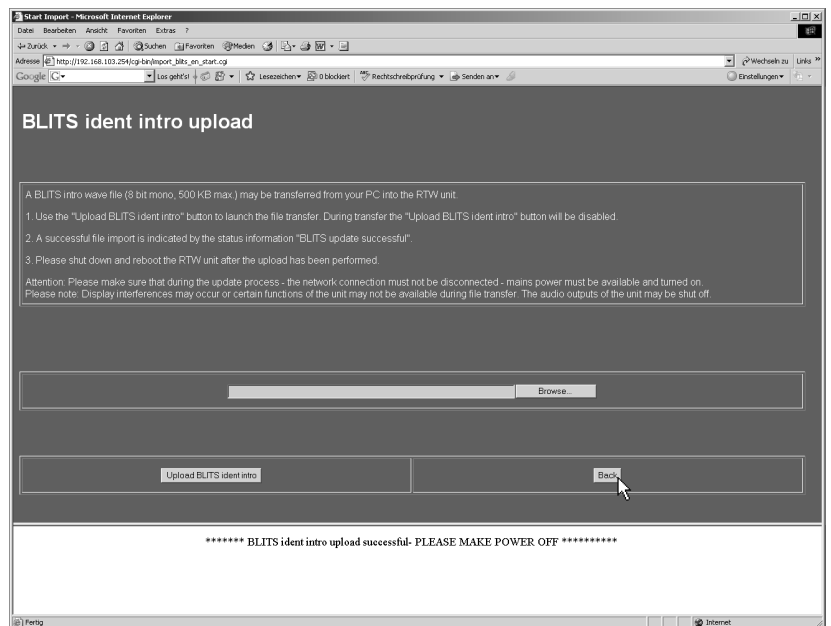
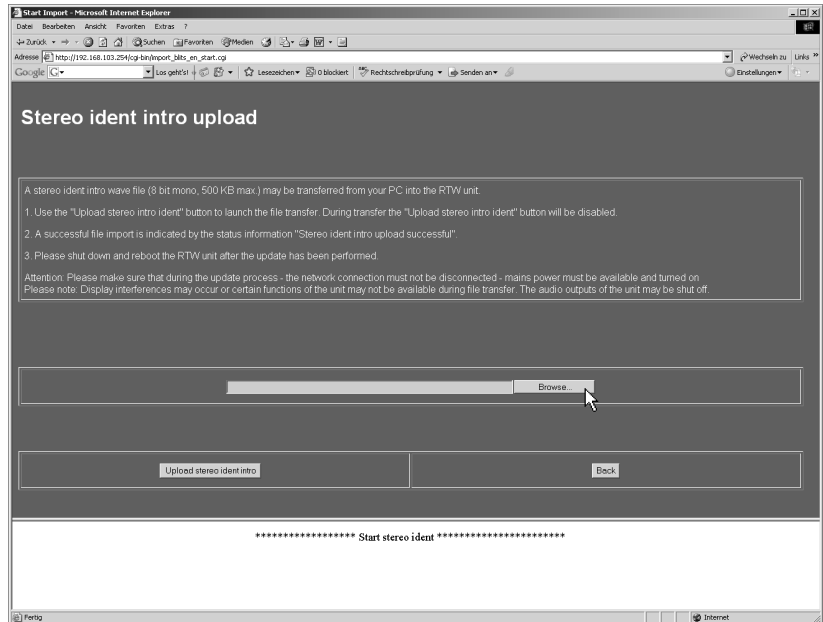
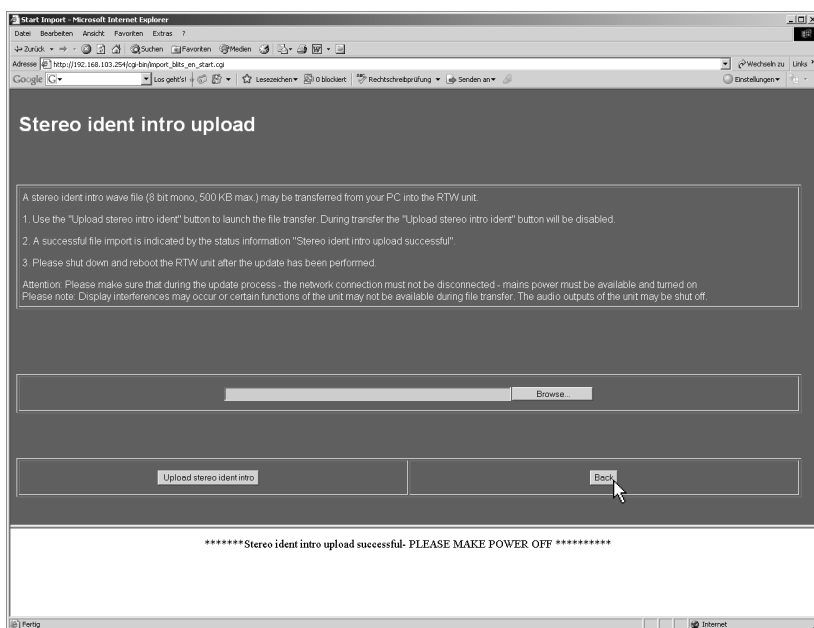

Bild 8-33: Anzeige des Software-Update-Programms in einem Internet-Browser
Bild 8-34: Anzeige der „Stereo ident intro upload“-Seite („Durchsuchen“)
Bild 8-37: Ende des Hochladens der Intro-Datei
2. Im Browser-Fenster erscheint das Software-Update-Programm des SurroundControl (siehe Bild 8-33). Wählen Sie „Stereo ident intro upload“. **Beachten Sie bitte die Hinweise auf der „Stereo ident intro upload“-Seite** (siehe Bild 8-34).
3. Klicken Sie auf die Schaltfläche „Durchsuchen“ (siehe Bild 8-34).
- Wenn die Meldung „Stereo ident intro upload successful - PLEASE MAKE POWER OFF“ erscheint, ist das Hochladen der Intro-Datei abgeschlossen (siehe Bild 8-37). Zur Aktivierung des Intros für die Stereo-Kanal-identifikation ist ein Neustart des SurroundControl erforderlich.
7. Klicken Sie auf die Schaltfläche „Back“ (siehe Bild 8-37), um auf die Startseite (siehe Bild 8-33) zurück zu kehren, und klicken Sie auf „Finish“, um das Update-Programm zu verlassen.